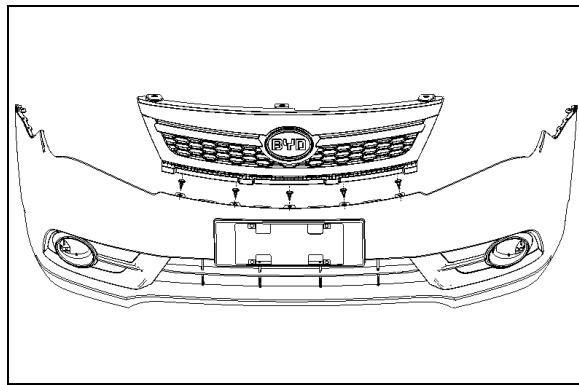

图 1-1-5 前格栅的拆卸
(1) 拆下安装在前保险杠和前格栅上的 5 个子母扣,如图 1-1-5 所示;
(2) 将前格栅整体向后方推动,使前格栅和前保险杠脱离,即可将其卸下。